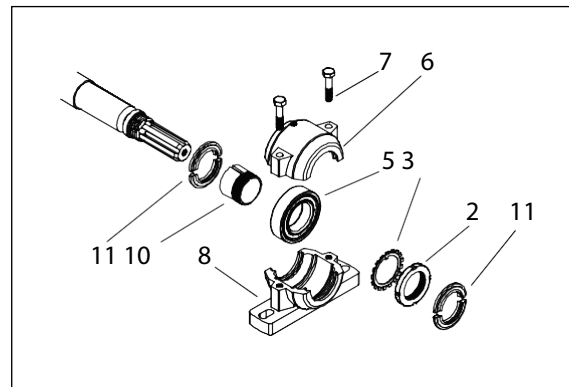

Abb. 7b: Lager, Keilwellenseite
Die Lager auf der Zuführungsseite und der Keilwellenseite unterscheiden sich voneinander. Das Lager auf der Keilwellenseite, Abb. 7b, hat keine Distanzringe (4 und 9) und keine Endscheibe (1). Das Lager auf der Keilwellenseite hat auf beiden Seiten Staubschutzabdeckungen (11).